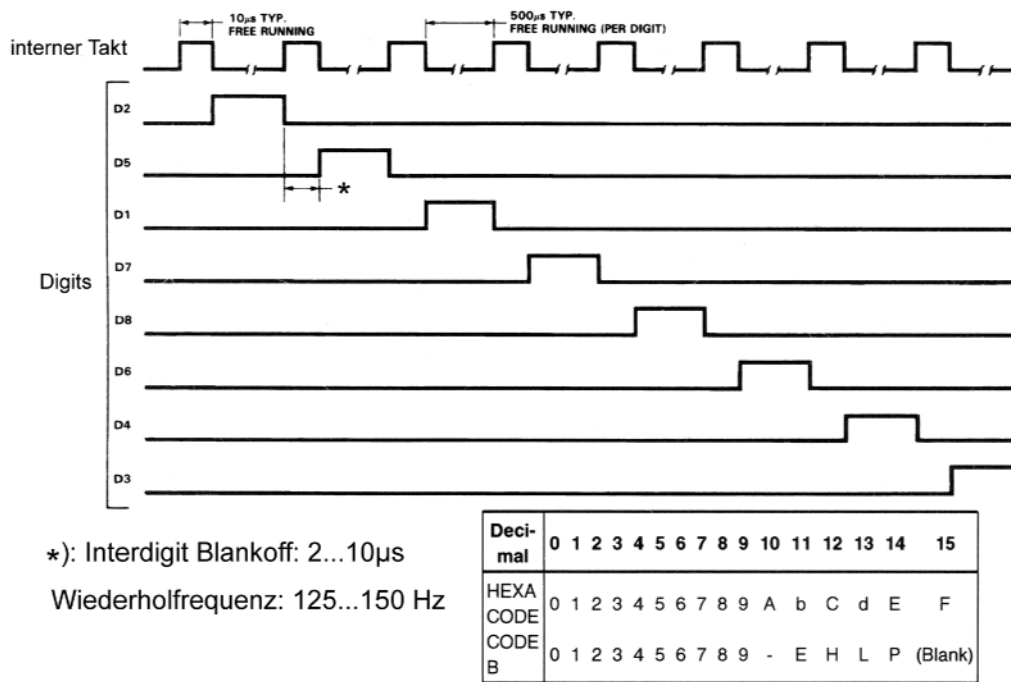

Abbildung 8.1.34 Der Anzeigeablauf (nach: Intersil). Darunter eine Codetabelle
2. Anzeige gemäß dem sog. Code B (vgl. Tabelle in Abbildung 8.1.34),